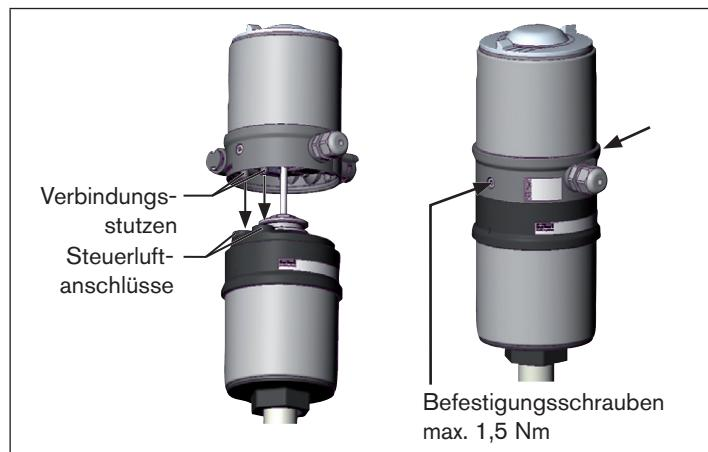

Bild 12: Montage linearer Remote Sensor, Reihe 2103, 2300 und 2301
2. die Verbindungsstutzen des Remote Sensors in die Steuerluftanschlüsse des Antriebs (siehe auch „Bild 12“) hineinfinden.